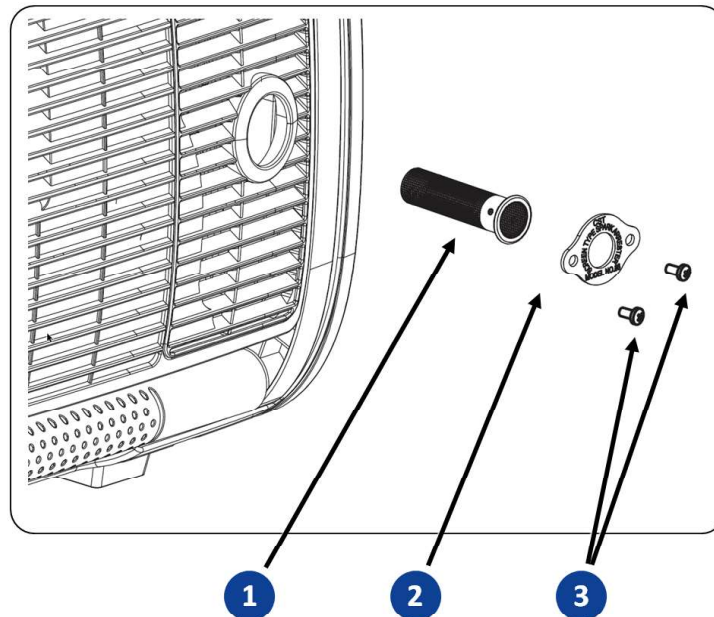

Fig. 9-10 Gnistfångare
1. Lossa de två skruvarna Fig. 9-10 -**3** från gnistfångaren.
2. Ta bort fästplattan Fig. 9-10 -**2** från gnistfångaren.
3. Använd en smal slitsad skruvmejsel för att lossa gnistfångaren Fig. 9-10 -**1** från avgasutloppet och dra ut den helt